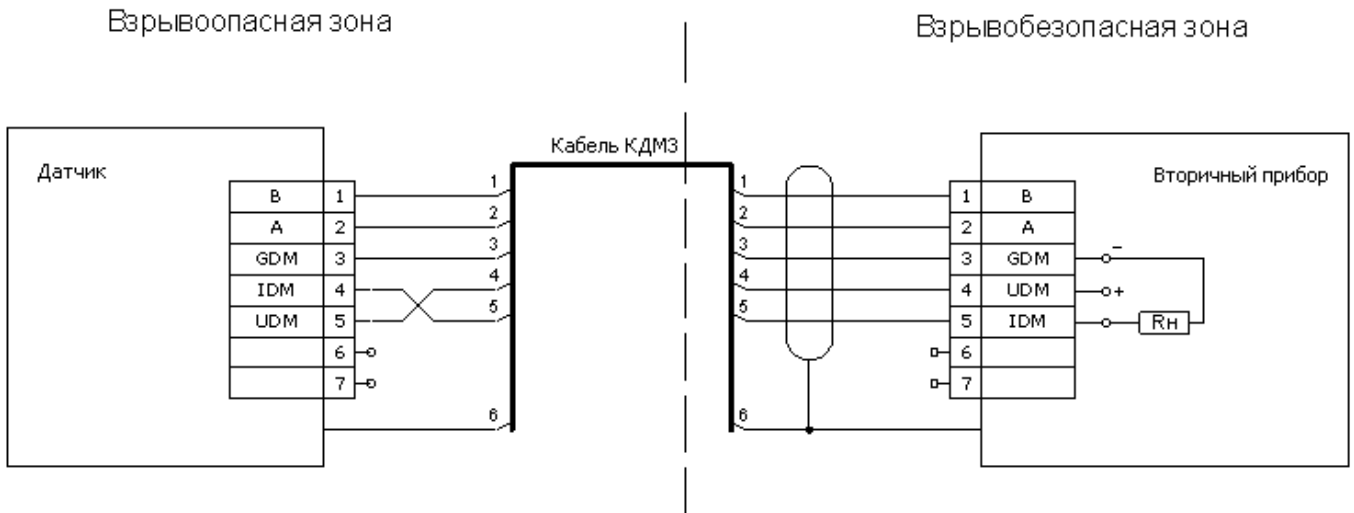

Рис. 2. Схема подключения датчика.
10.2. Подключение к вторичному прибору (блоку) производится с помощью кабеля в соответствии с рис. 2 при отключенном питании.